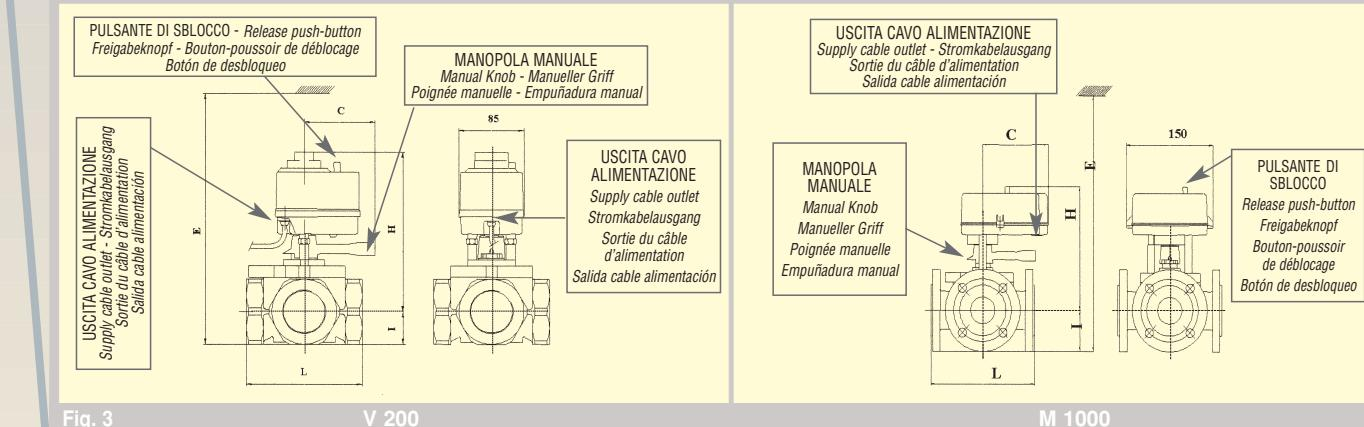

Fig. 3 V 200 M 1000
**FUNZIONAMENTO E COMANDO MANUALE** Tutti i servocomandi elettrici permettono di ottenere una regolazione di tipo ON/OFF, (con comando elettrico SPDT) o modulante (regolazione di tipo P con motori passo-passo). La corsa angolare max. è di 90° (taratura fissa standard dei micro di fine corsa). Nella regolazione manuale, la posizione dell'otturatore viene controllata mediante l'indice dell'adattatore in corrispondenza dell'etichetta graduata posta sul corpo valvola. Tale regolazione è eseguita nel seguente modo: per la versione ON/OFF, basta premere il pulsante di sblocco posto sopra il servomotore (vedi Fig. 3).
For the ON/OFF version: just press the release push-button placed above the servomotor (see Fig. 3).
**BETRIEB UND MANUELLE STEUERUNG** Alle elektrischen Servosteuerungen gestatten eine Einstellung vom Typ ON/OFF (mit elektrischer SPDT-Steuerung) oder eine modulierende Einstellung (Einstellung vom Typ P mit Schrittmotoren). Der max. Winkelhub liegt bei 90° (feste Standardeinstellung der Mikroendschalter). Bei der manuellen Einstellung wird die Position des Schiebers vom Zeiger des Adapters auf der Höhe des Skalenetikets am Ventilgehäuse gesteuert. Diese Einstellung wird folgendermaßen durchgeführt: **Bei der ON/OFF-Version** genügt es, den Freigabeknopf oben am Servomotor zu drücken (siehe Abb. 3).
**FONCTIONNEMENT ET COMMANDE MANUELLE** Toutes les servocommandes électriques permettent d'obtenir un réglage de type TOUT-RIEN (ON-OFF), (avec commande électrique SPDT) ou modulante (réglage de type P avec moteur pas à pas). La course angulaire max. équivaut à 90° (réglage fixe standard des minirupteurs de fin de course). En cas de réglage manuel, la position de l'obturateur est contrôlée au moyen de l'indice de l'adaptateur en correspondance de l'étiquette graduée placée sur le corps de la vanne, ce réglage est effectué de la façon suivante: **Pour la version TOUT-RIEN (ON-OFF)**, il suffit d'appuyer sur le bouton-poussoir de déblocage placé sur le servomoteur (Voir Fig. 3).
- FUNCIONAMIENTO Y MANDO MANUAL** Todos los servocomandos eléctricos permiten obtener una regulación de tipo ON/OFF (con control eléctrico SPDT) o modulante (regulación de tipo P con motores paso a paso). El recorrido angular máximo es de 90° C (calibrado fijo estándar de los micros de final de carrera). En la regulación manual, la posición del obturador se controla mediante el índice del adaptador en correspondencia con la etiqueta graduada situada en el cuerpo de la válvula. Dicha regulación se efectúa de la siguiente manera: para la versión ON/OFF, pulsar el botón de desbloqueo situado en el servomotor (ver Fig. 3).